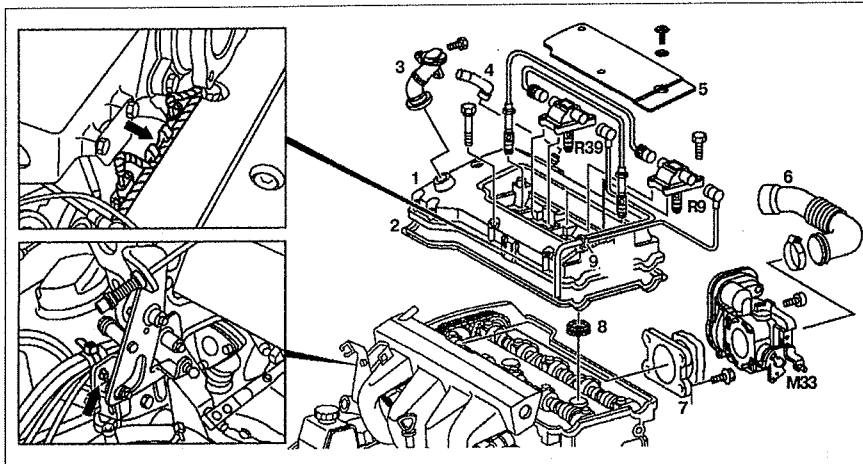

Рис. 2.3. Крышка головки блока цилиндров:
3. Отсоедините трубку вентиляции картера 4 (см.рис.2.3).